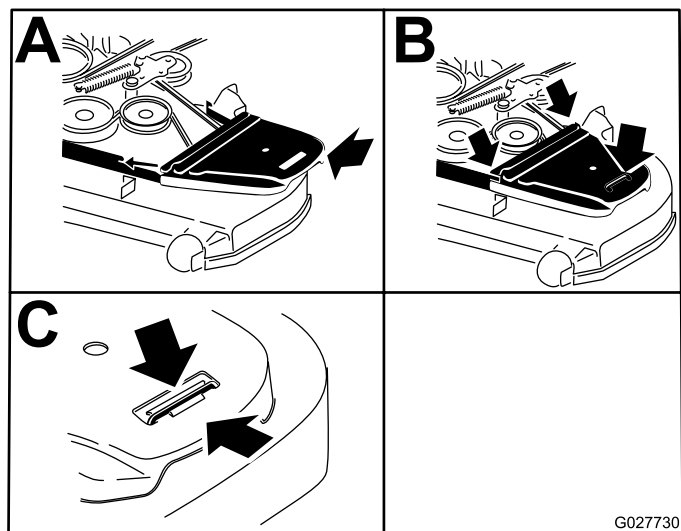

Figure 63
12. Reposez les protège-courroies ainsi que les boulons qui sont fixés dessus (Figure 63).